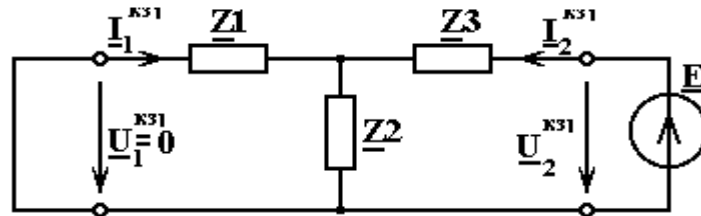

Рис.5.8
3.1. Схема четырехполюсника при коротком замыкании входных зажимов (рис.5.8)